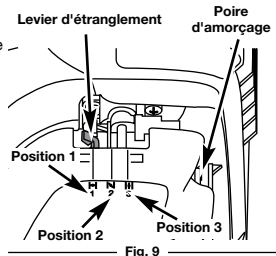

Fig. 9
3. Pressez et relâchez la poire d'amorçage à 10 reprises, lentement. Une certaine quantité de carburant devrait être visible dans la poire d'amorçage et les conduites de carburant (Fig. 9). Si vous n'apercevez pas de carburant dans la poire, pressez et relâchez la poire autant de fois que nécessaire jusqu'à ce que vous aperceviez du carburant dans cette dernière.
4. Mettez le levier d'étrangleur en **Position 1** (Fig. 9).
6. Mettez le levier d'étrangleur en **Position 2** (Fig. 9).
9. Mettez le levier d'étrangleur en **Position 3** (Fig. 9). La machine est prête à être utilisée.